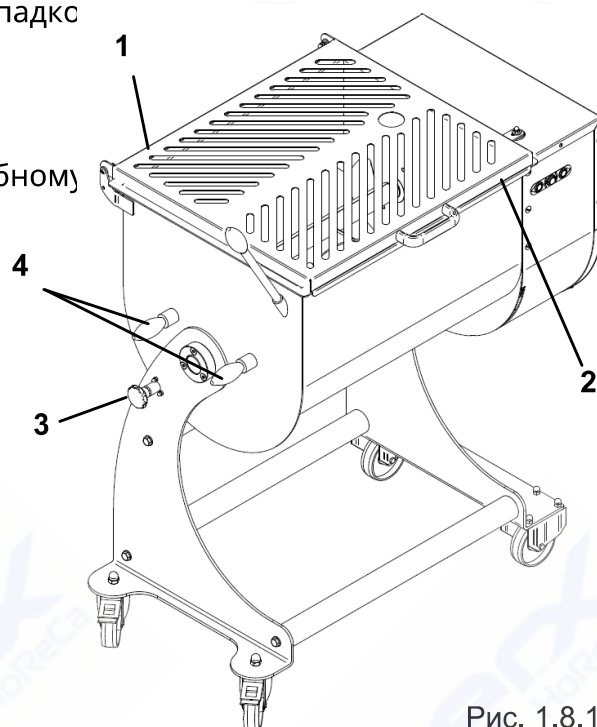

Рис. 1.8.1
- 2 - Мікроперемикач (Рис. 1.8.1).